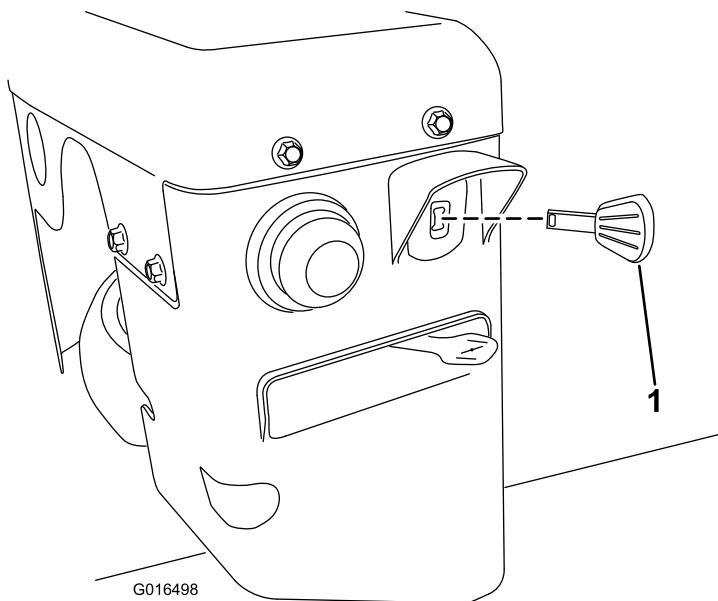

Figure 19
- 3. Insérez la clé de contact à fond (Figure 19).